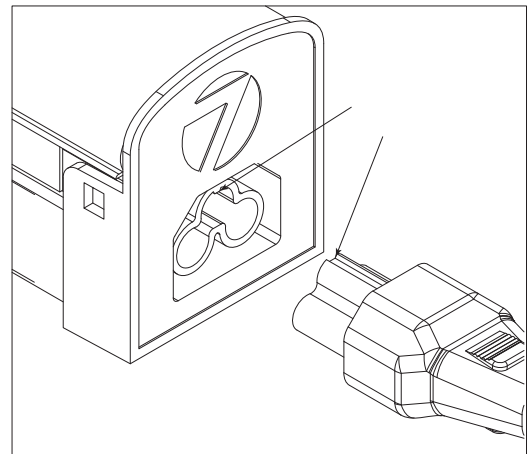

Figure 6
Note: One end of fixture contains a "Keyed" port (6). Make sure the slotted end of connector is being installed into the end. **See Fig. 6.**
14. Once all fixtures have been installed- reinstall Port covers (9) on any open fixture ports.
Nota: Un extremo del montaje incluye el puerto con chaveta (6). Asegúrese de que el extremo ranurado del conector se instale en el extremo. **Vea Fig. 6**
14. Una vez que todos los montajes se instalen, vuelva a instalar las cubiertas del puerto (9) en cualquier puerto de montaje abierto.
13. Montez le reste des luminaires tel qu'indiqué dans les étapes précédentes au moyen du connecteur de ligne inclus ou d'un câble de rallonge optionnel de 18 po Remarque : Si les luminaires sont liés au moyen du connecteur de ligne (11), insérez le connecteur dans le luminaire installé précédemment et connectez le luminaire suivant au connecteur. Tout en retenant le luminaire - marquez les endroits des trous pour les vis de montage. Pour faire tourner vos luminaires, installez-les simplement près du coin, et utilisez le câble de rallonge optionnel de 18 po pour rattacher le reste des luminaires à la chaîne.
Remarque : Une extrémité des luminaires contient un port « à détrompeur » (6). Assurez-vous que l'extrémité fendue du connecteur y soit installée. **Voir Fig. 6.**
14. Une fois tous les luminaires installés - réinstallez les couvercles des ports (9) sur tout port ouvert des luminaires.
10. Once all fixtures have been installed- re-install Port covers (9) on any open fixture ports.
Nota: Un extremo del montaje incluye el puerto con chaveta (6). Asegúrese de que el extremo ranurado del conector se instale en el extremo. **Vea Fig. 6.**
10. Una vez que todos los montajes se instalen, vuelva a instalar las cubiertas del puerto (9) en cualquier puerto de montaje abierto.
10. Une fois tous les luminaires installés - réinstallez les couvercles des ports (9) sur tout port ouvert des luminaires.